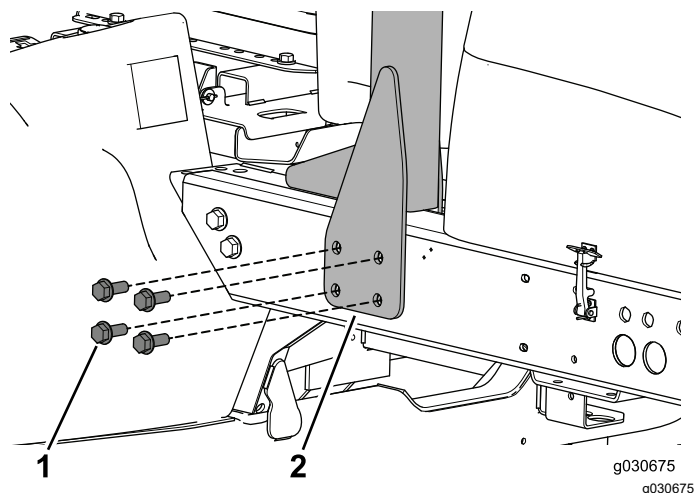

Figure 8
1. Retirez les boulons qui fixent l'arceau de sécurité au côté gauche de la machine (Figure 8).